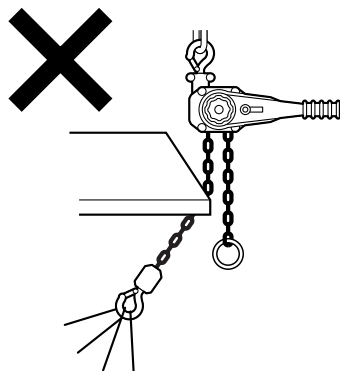

図7
- (16)フックや本体を支点にして使用しないでください。
- (17)上下フックに損傷や変形がある物は使用しないでください。
- (18)ロードチェーンが変形したり傷付いたレバーホイスは絶対に使用しないでください。
- (19)ロードチェーンを鉄板等の角に当てて操作しないでください。図7